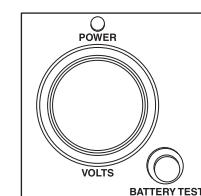

Fig. 6
- Vérifier la charge de la batterie interne en utilisant le bouton de test de la batterie et la jauge de tension sur le devant de l'appareil. (Fig. 6)